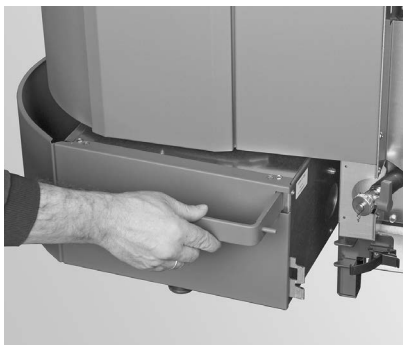

Fig. 44 Premere il contenitore cenere leggermente verso sinistra
- Spingere il contenitore cenere leggermente verso sinistra ed estrarlo – Fig. 44, Fig. 45.